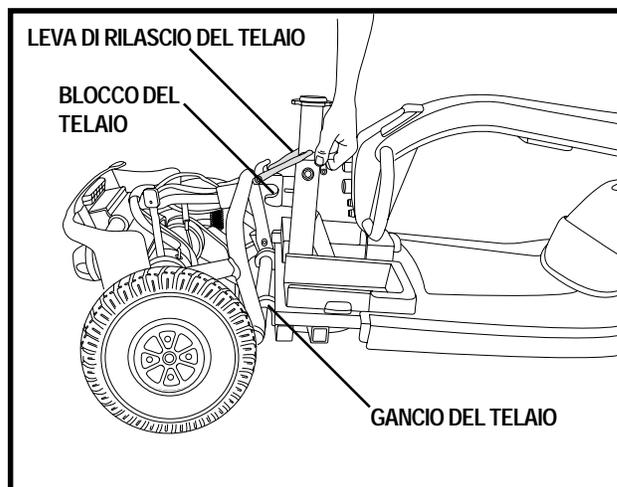

Figura 22. Rilascio del telaio
1. Sollevare la leva di rilascio del telaio. Vedere figura 22.
2. Sollevare la parte anteriore fino a quando i ganci del telaio della parte anteriore si separano da quella posteriore. Vedere figura 22.
3. Quando i ganci del telaio sono sopra il tubo del telaio inferiore, abbassare completamente la sezione anteriore. Ciò attiva il blocco del telaio. Vedere figura 22.